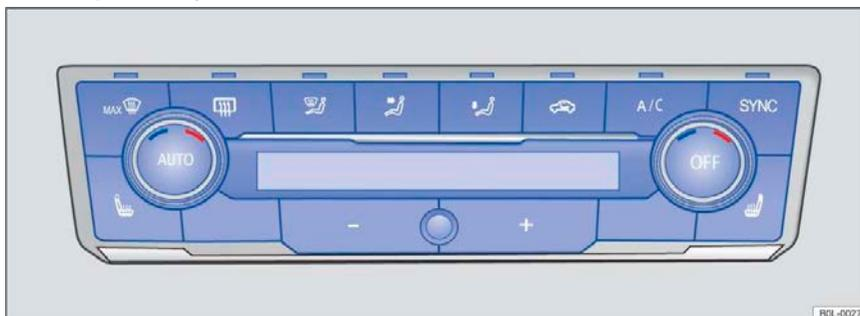

Рисунок 74 Верхняя часть центральной консоли: органы управления климат-контроля
- Климат-контроль: нажмите кнопку  на панели управления кондиционером или несколько раз нажмите кнопку , пока на дисплее в середине не появится слово «OFF» → рис. 74.
- Климат-контроль: Поверните левый и правый поворотные регуляторы → рис. 74, чтобы отрегулировать температуру на стороне водителя и пассажира на переднем ряду соответственно.
- Climatronic: нажмите кнопку  или  на панели управления кондиционером → рис. 74.
- Климат-контроль: нажмите кнопку  → рис. 74.